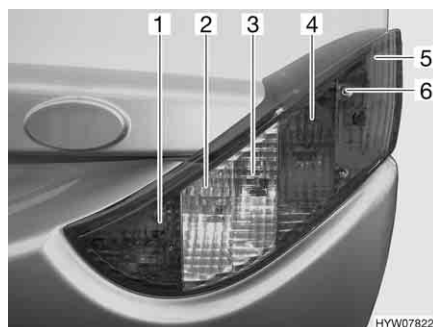

Fig. 117 Luci posteriori (lato anteriore)
- Svitare le tre viti ad esagono cavo (Fig. 117,6).